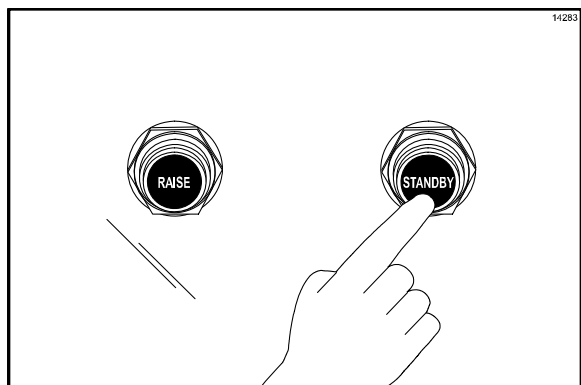

Figure 93
19. Appuyer sur le bouton STANDBY (attente) noir pour baisser la plaque du centre (Cf. Figure 93).